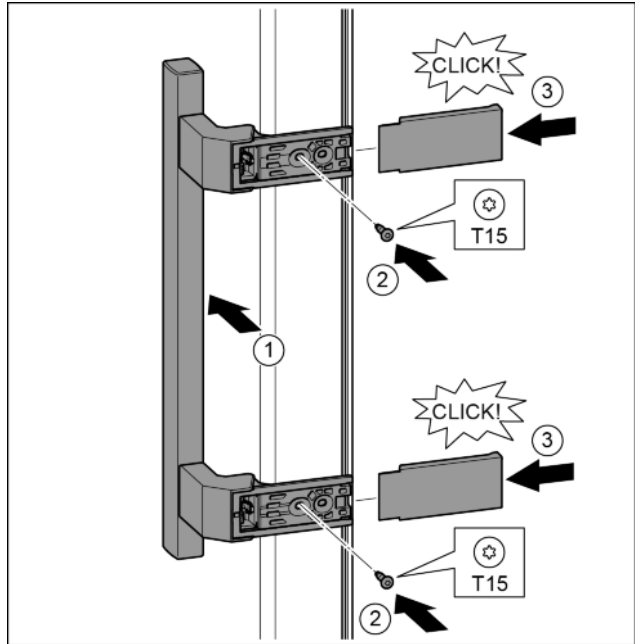

Fig. 37
- ▶ A fogantyút az ellenkező oldalon helyezze fel. Fig. 37 (1)
- ▶ Húzza meg a csavarokat a T15 csavarhúzóval. Fig. 37 (2)
- ▶ A fedelet helyezze fel oldalra és tolja fel. Fig. 37 (3)